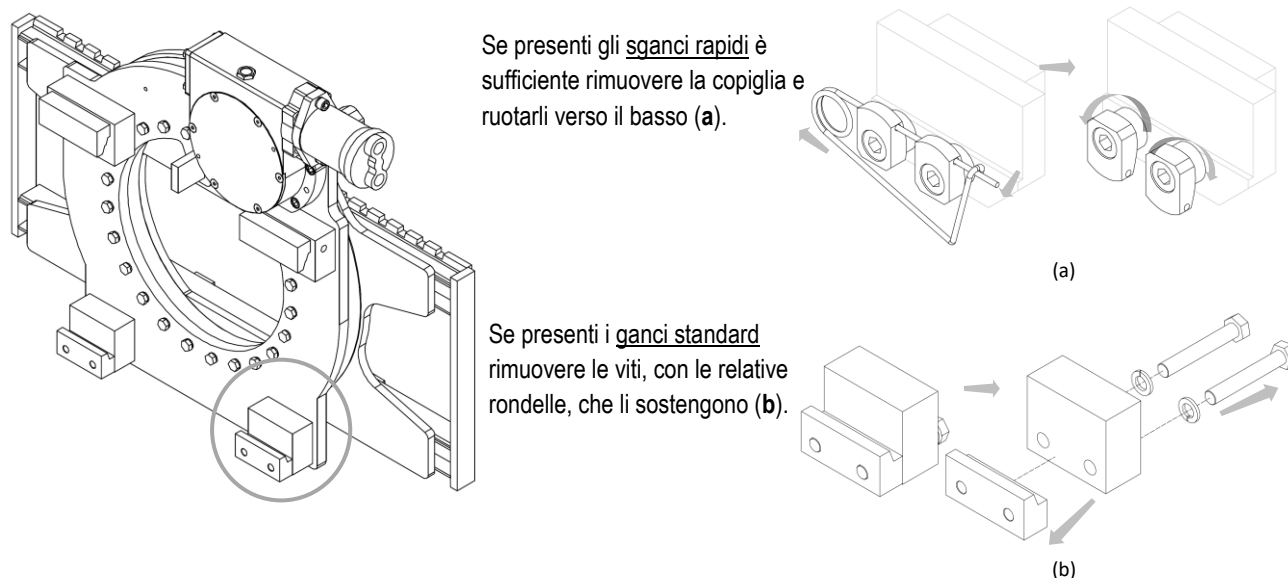

Figura 4
4. Rimuovere i ganci inferiori dall'attrezzatura (vedi *Figura 4*).